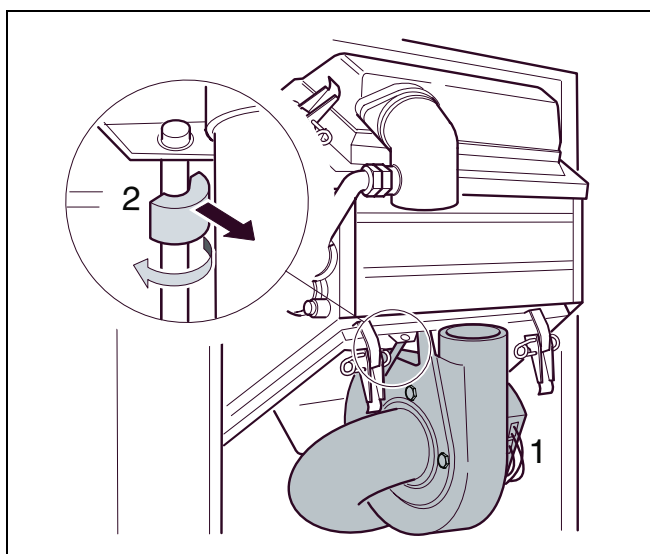

Abb. 20 Haltesicherung entfernen
- Stecker am Gebläse abziehen (Abb. 20, Pos. 1).
- Haltesicherung am Gebläse drehen und herausziehen (Abb. 20, Pos. 2).